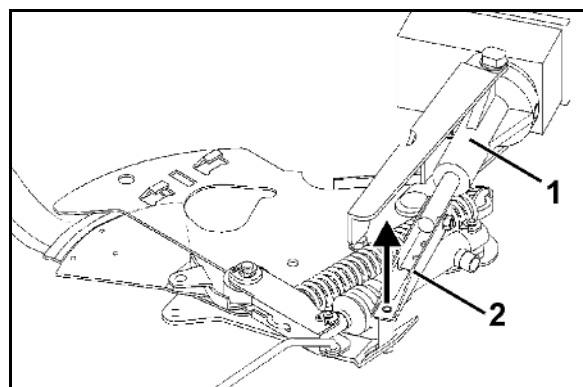

図 14
4. サーボモーター（図 14/1）を持ち上げ、プッシュロッド（図 14/2）をドージングシャッターのプラグ接続部から外します。